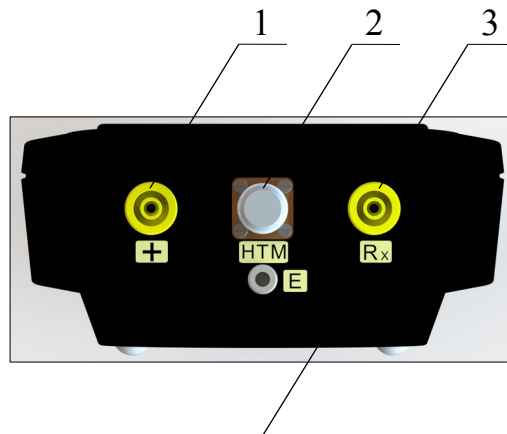

Рисунок 3 – VKG A-770 (вид сверху)
1.4.1.2 Расположение разъема для подключения интерфейсного кабеля USB и гнездо для подключения сетевого адаптера приведено на виде сбоку рисунка Рисунок 2. Клеммы для подключения тестовых электродов и датчик влажности и температуры обозначены на рисунках Рисунок 2 (вид спереди) и Рисунок 3 (вид сверху).